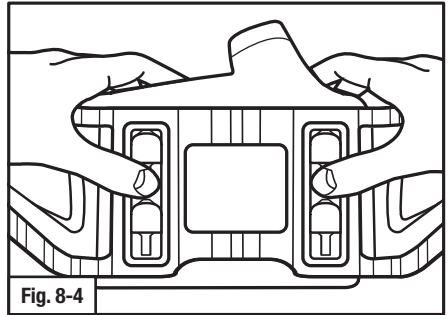

Fig. 8-4
3. Empuje con los pulgares el cinturón entre los orificios superior e inferior en cada lado (Fig. 8-4).